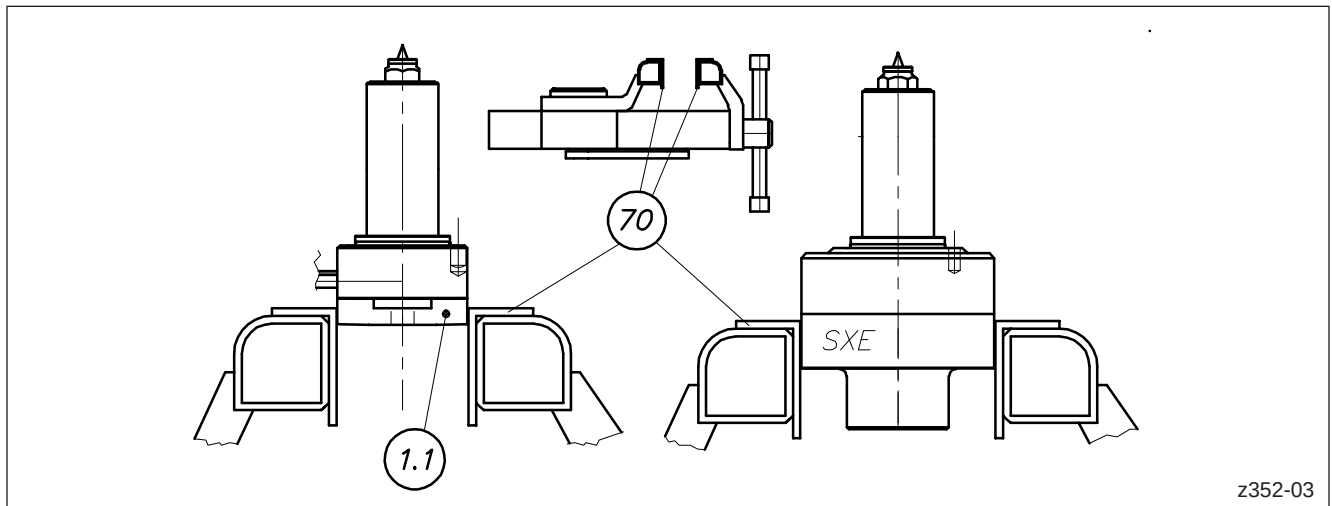

Abbildung 71: Einspannen der ausgebauten HPS III Düse im Schraubstock
Die Düse muss immer am Druckrohr (Pos. 1.1) eingespannt werden. Eine HPS III-SXE Einzeldüse wird am Körper eingespannt (vgl. Abbildung 71).
1. Für den Spitzenwechsel innerhalb des Werkzeugs Konturplatte (Pos. 56) in kaltem Zustand entfernen. Für den Spitzenwechsel bei ausgebauter Düse diese in den Schraubstock einspannen (vgl. Abbildung 71) und an ein Heizkanalregelgerät anschließen.
1. Für den Spitzenwechsel innerhalb des Werkzeugs Konturplatte (Pos. 56) in kaltem Zustand entfernen. Für den Spitzenwechsel bei ausgebaute Düse diese in den Schraubstock einspannen (vgl. Abbildung 71) und an ein Heizkanalregelgerät anschließen.